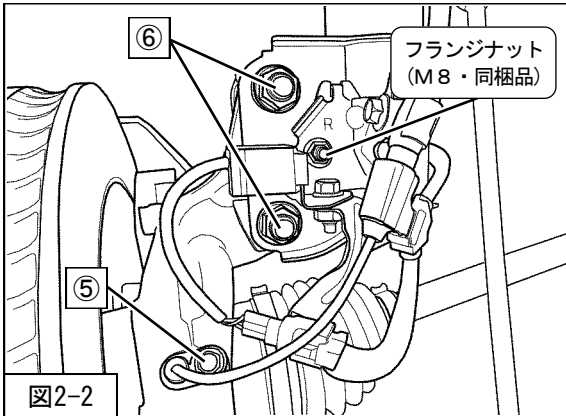

図2-2
を取付けてください。(図2-2)
※⑥フロントサスペンションASSYロア取付ボルト(2本)を取付ける際は、上側のキャンバー調整用アジャストボルトを取外す前に付けた合いマークを目印にし、上側から規定トルクで締付けてください。(図2-2)
- 3. ⑤ABSセンサハーネス取付ボルト(締付トルク: 7.5N・m)を取付けてください。(図2-2)
- 4. フランジナット(M8・同梱品)(締付トルク: 20N・m)を使用し、ABSセンサハーネスブラケットを取付けてください。(図2-2)